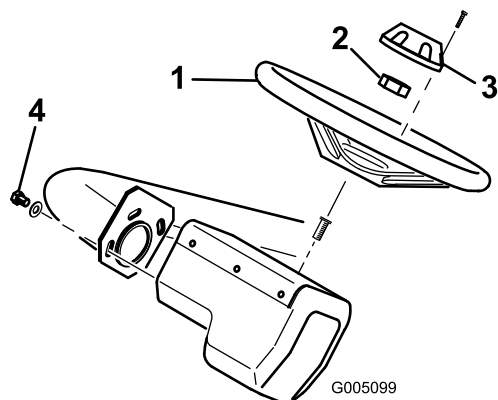

Bild 7
1. Schieben Sie das Lenkrad auf die Lenkwelle und befestigen Sie es mit der Klemmmutter (Bild 7). Ziehen Sie es mit 43 Nm an.
2. Montieren Sie den Deckel mit der Schraube am Lenkrad (Bild 7).
Hinweis: Das Lenkrad kann für den Bedienerkomfort nach vorne oder hinten verstellt werden. Lösen Sie die drei Befestigungsschrauben, drehen Sie das Lenkrad auf die gewünschte Betriebsstellung und ziehen Sie die Schrauben fest (Bild 7).